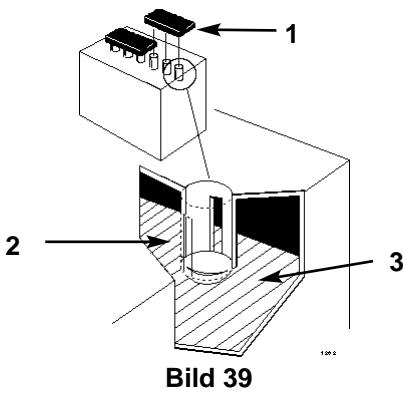

Bild 39
2. Die Zellendeckel abschrauben (Bild 39).
3. Langsam destilliertes Wasser in jede Zelle gießen, bis der Flüssigkeitsstand die OBERE Linie am Batteriegehäuse erreicht (Bild 39).